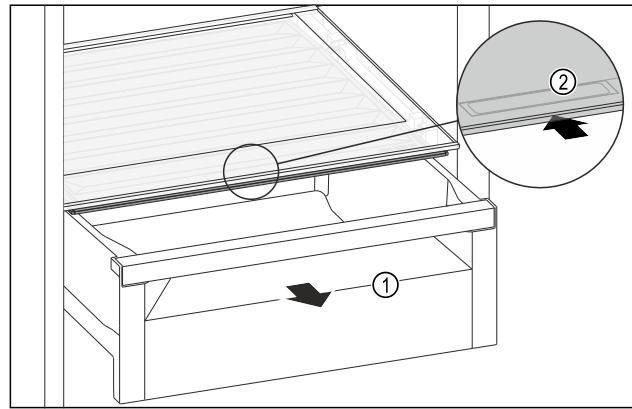

Fig. 122
- Витягніть висувний ящик Fig. 122 (1).
- Візьміться за потайну ручку Fig. 122 (2) на кришці відділення й одночасно посуньте кришку відділення назад.